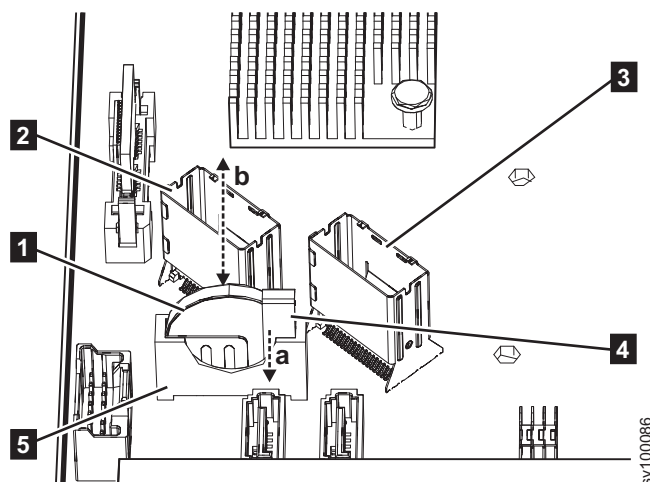

Figura 132. Substituindo a bateria CMOS do 2145-SV1
- a. Puxe o prendedor do suporte da bateria **4** na direção (a) mostrada em Figura 132 na página 158.
- b. Insira a bateria no prendedor **5** na direção (b) mostrada em Figura 132 na página 158. A marca “+” na bateria deve estar voltada para a parte frontal do nó.